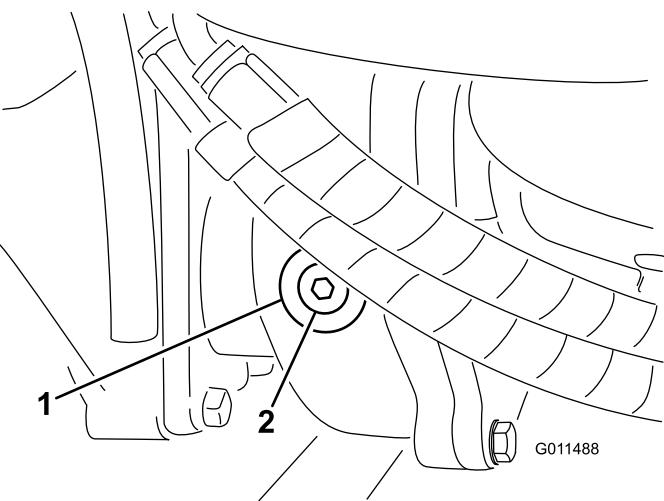

図 86
2. ギアボックスの左側から点検・補給用プラグを抜き、穴の高さまで潤滑油があることを確認する図 86。